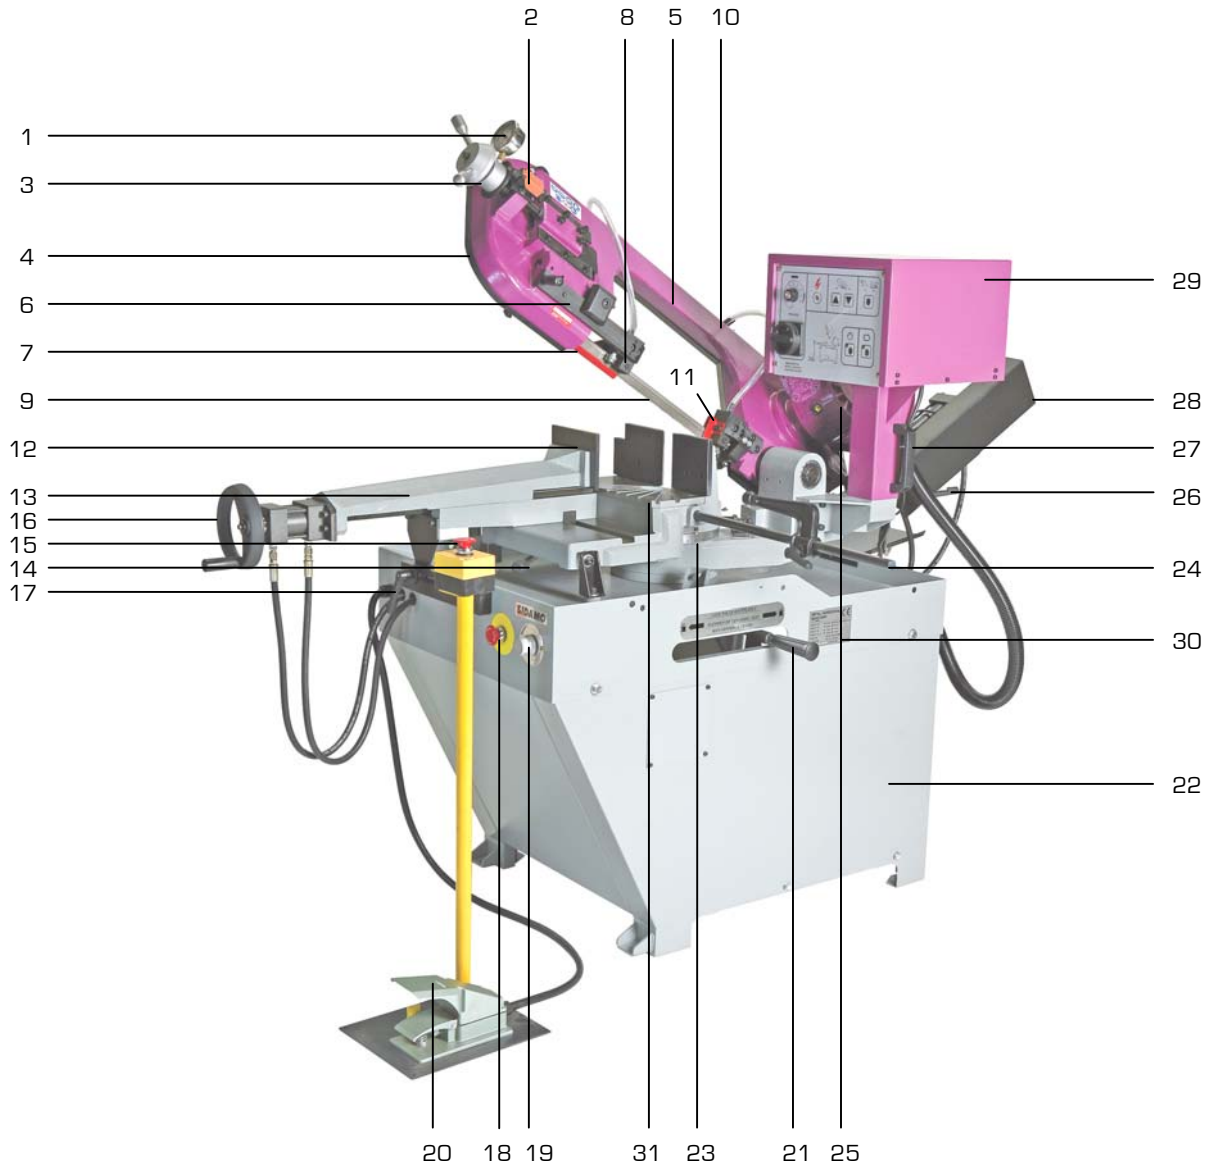

Figure 1
- Insérer la butée de mesure (16 fig.1) dans son siège sur la base droite de l'étau, puis la bloquer.